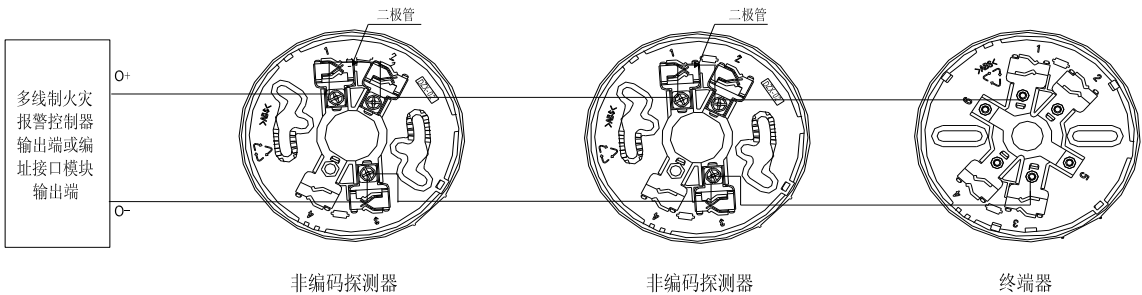

图 5 系统构成图
1) 当终端器作为探测器底座使用，即在此终端器上安装非编码探测器时，其系统构成图如图 5 所示。